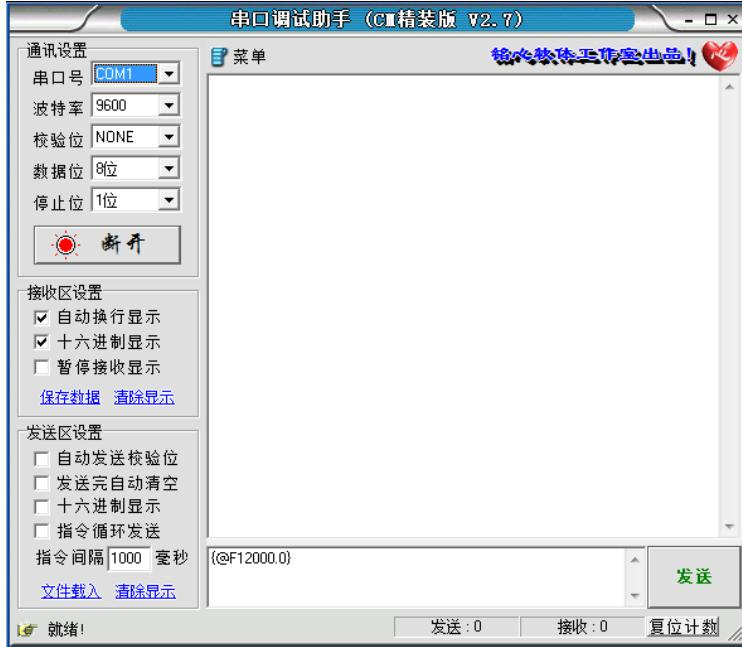

图 4.7 串口调试助手操作界面 2
(3) 通讯设置区域的参数设置完成后，点击“连接”按钮，如果串口打开成功，“连接”按钮会变为“断开”按钮，如图 4.7 所示：
(4) 串口连接成功后，在图 4.7 中下方编辑框中输入远控指令（具体指令格式请参见本说明书“远控命令”），然后点击右下角“发送”按钮，即可实现对变频装置的远控操作。